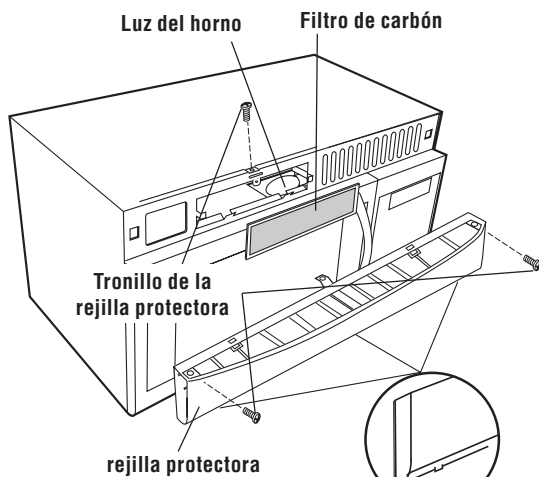

Figura 6-1
3. El filtro de carbón, instalado en su horno microondas, sirve para la instalación de recirculación, cuando no hay ventilación. El Filtro de Carbón debe reemplazarse cada 6 a 12 meses, dependiendo del uso. Extraiga los tres tornillos de la rejilla protectora. Incline la rejilla protectora hacia abajo y después tire hacia fuera de tal modo que las pestañas inferiores se desbloqueen. Tire del filtro de carbón hacia arriba para quitarlo del horno. Sujete el Filtro de Carbón al lateral superior del horno deslizándolo dentro de las lengüetas. Véase la Figura 6-1, 6-2.